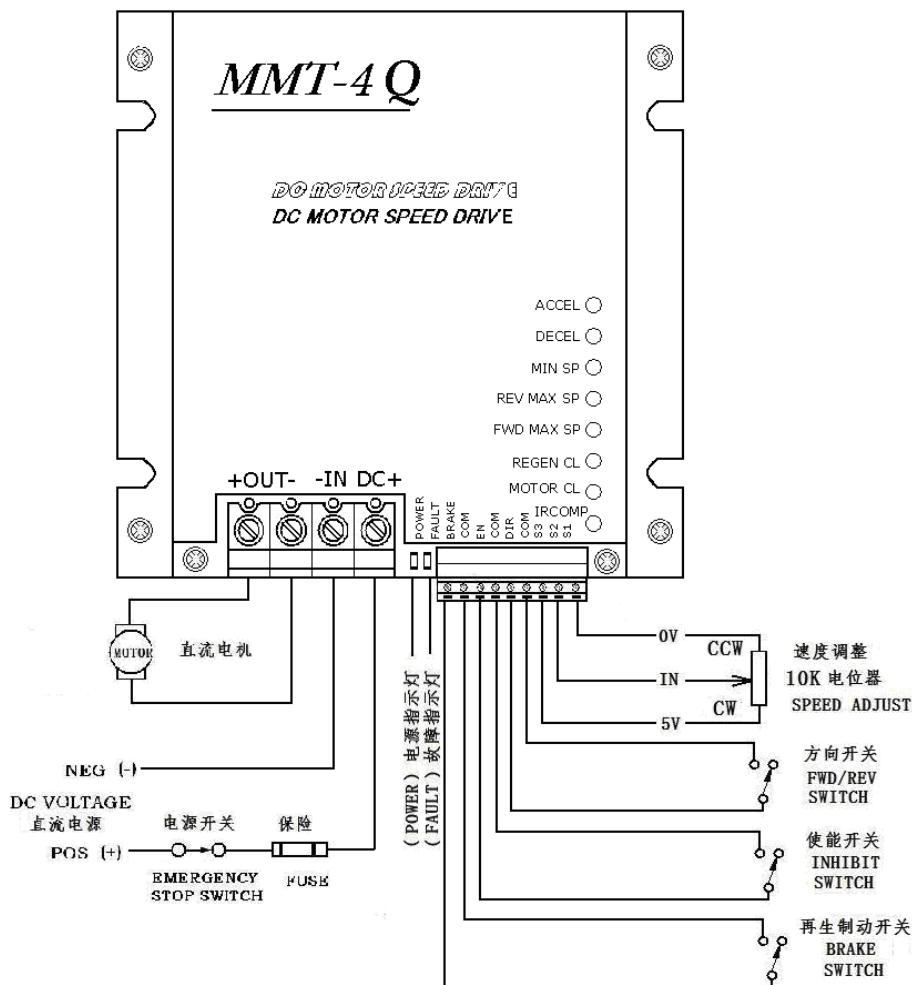

图2 驱动器实际接线示意图
六、驱动器接线端子功能示意图：见图 2
- 3、检查驱动器外围连接线是否正确、确保没有短路和接地连接（正确的接线方式见图2）